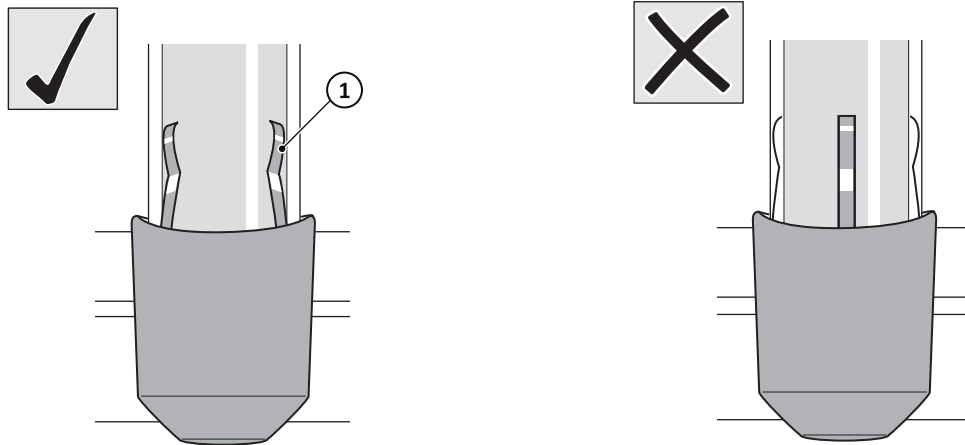

Fig. 41 : aligner les tubes
8. Aligner les tubes, veiller à ce que l'écarteur (1) soit bien positionné, cf. ➔ fig. 41.